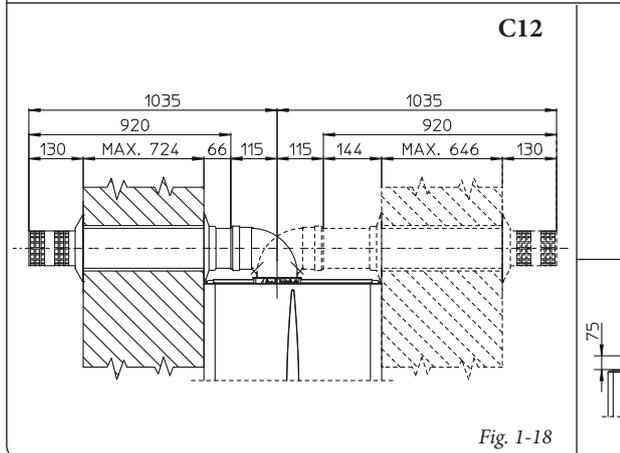

Fig. 1-18
- Applicazione con uscita laterale (Fig. 1-18); Utilizzando il solo kit orizzontale aspirazione-scarico, senza le apposite prolunghe, permette l'attraversamento di una parete di spessore 724 mm con l'uscita laterale sinistra e 646 con l'uscita laterale destra.